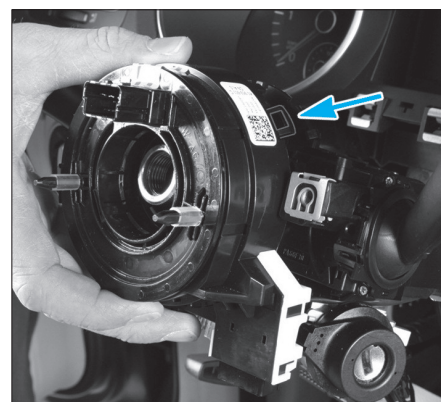

Fig. 8
- A l'aide d'un tournevis, dégrafer l'arrière du contacteur tournant pour le déposer (Fig.8).